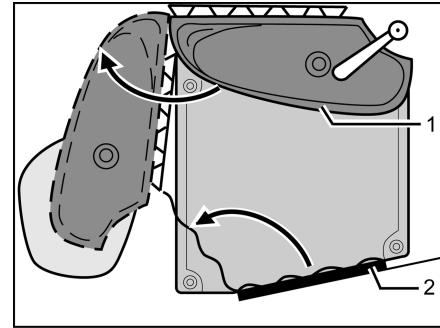

Bild 231 Vario-Toilette
- Waschbecken mit Rückwand (Bild 231,1) in Pfeilrichtung drehen.
- Den Toilettenraum betreten und die Toiletten-Eingangstür (Bild 231,2) von innen schließen und verriegeln.